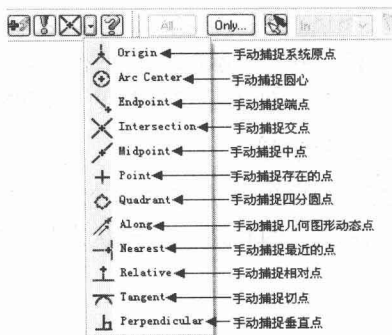

图1-8 手动捕捉类型
- 手动捕捉。除了自动捕捉功能外, 系统还提供手动捕捉功能, 单击捕捉栏右侧的 按钮, 系统弹出图 1-8 所示的手动捕捉下拉菜单, 用户可以根据实际捕捉的需要选择相应的手动捕捉选项。